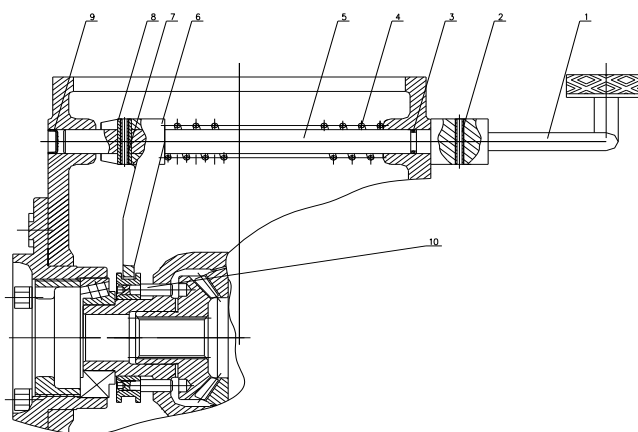

Рис. 5-8 Рабочее Устройство Блокировки Дифференциала
Послетого, как тормозной фрикционный диск изношен, рабочий ход педали тормоза увеличится, из-за этого работа тормозной системы будет плохой, поэтому необходимо ее скорректировать. Как показано на рис. 5-8: Ослабьте контргайку (1) и отрегулируйте шатун (2), таким образом, чтобы рабочий ход педали тормоза достиг 90~120 мм и левая и правая педали имели одинаковый рабочий ход. После завершения регулировки, затяните контргайку. Ослабьте контргайку (5), и измените глубину входа вилки тяги таким образом, чтобы рабочий ход рычага тормоза составлял 200~230 мм. Когда левый и правый тормозной путь разный, необходимо отдельно урегулировать уровень тяги вилку тяги слева и справа
Рабочее устройство блокировки дифференциала расположено на правой стороне трактора (Рис. 5-8) и состоит из дифференциальной педали блокировки, вала переключения передач, вилки переключения передач, возвратной пружины, блокировка дифференциала и так далее.